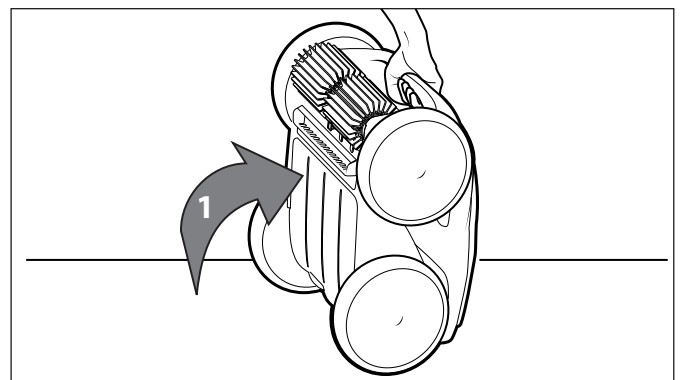

Figure 26. Nettoyeur en position verticale
1. Soulevez le nettoyeur en position verticale de sorte que la poignée soit vers le haut (Figure 26).